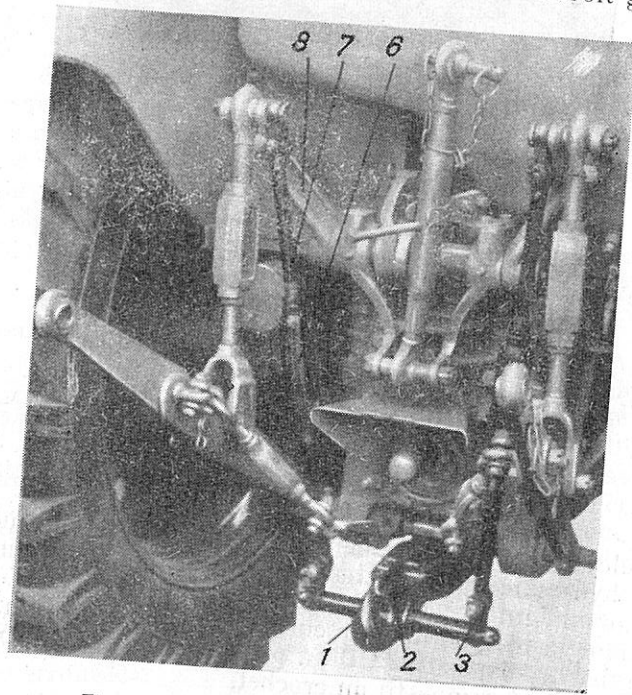
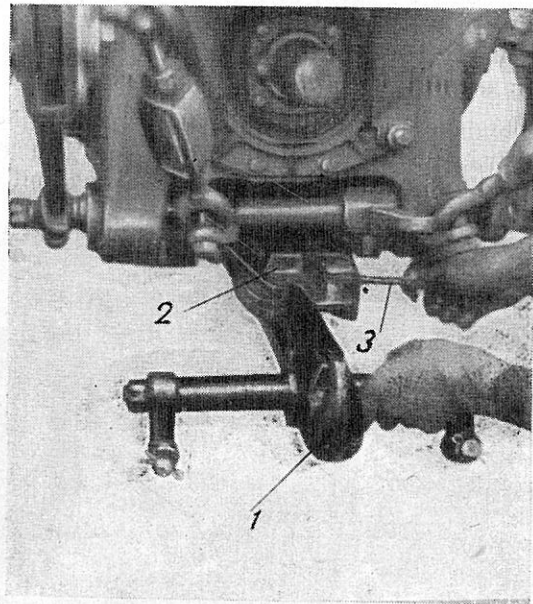

Fig. 83. Crochet hydraulique d'attelage
Fig. 84. Crochet hydraulique d'attelage (position hors de service)
Le crochet hydraulique d'attelage (fig. 83) est destiné à l'accouplement du tracteur avec une remorque à un seul essieu. Dans ce train, la capacité de transport du tracteur s'accroît grâce à une
Le crochet peut être fourni à l'usager monté sur le tracteur en position hors service, comme indiqué sur la fig. 84, les tringles 7 (fig. 83) étant expédiées dans le lot d'outillage et rechanges du tracteur.
Le support 2 (fig. 84) est fixé au fond du carter du pont arrière par quatre boulons spéciaux.
Le crochet hydraulique d'attelage monté sur le tracteur en position de travail est montré sur la fig. 83.
3. Accoupler les tirants 7 (fig. 83) aux articulations 3 montées sur l'axe du crochet.
6. Retirer le doigt 3 (fig. 84) des trous amenés en coïncidence du crochet 1 et du support 2.
On doit se rappeler que le doigt de blocage 3 (fig. 84) ne doit pas se trouver dans les trous, mis en coïncidence, du crochet et du support, lorsque les tirants sont montés, ceci pouvant entraîner la cassure du doigt ou d'autres pièces lors de la descente du crochet.
Lors du travail avec les machines portées, il est nécessaire d'enlever les tirants 7 (fig. 83) et de mettre le crochet en position hors service indiquée sur la fig. 84.